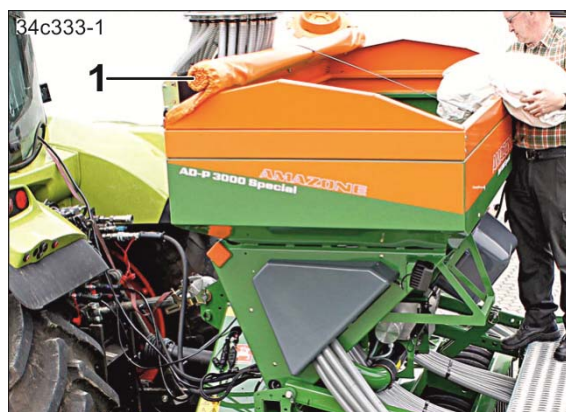

Fig. 155
11. Fermer la bâche (Fig. 155/1).